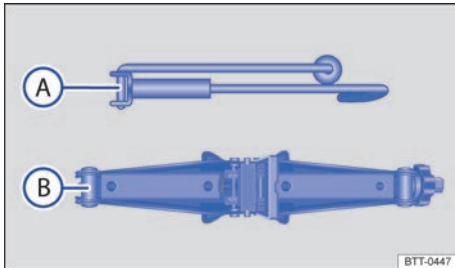

Fig. 295 Piezas del gato de tijera.
5. Afloje los tornillos de la rueda que haya que cambiar → pág. 445. Enganche la manivela → fig. 295  en el gato de tijera .